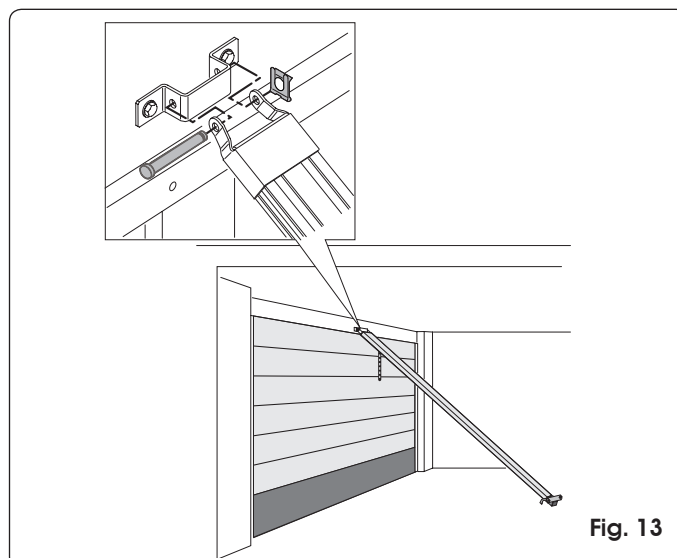

Fig. 13
- 7) Soulever le rail par la patte d'attache antérieure et assembler cette dernière à la patte de fixation au moyen de la vis passante et de l'écrou (Fig. 13).